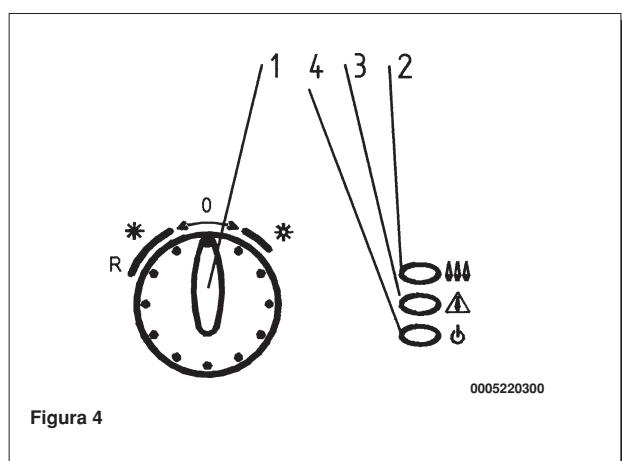

Figura 4
În acest caz se recomandă repetarea operațiunilor de aprindere, până ce gazul va ajunge de asemenea la arzător, poziționând pentru un interval scurt de timp butonul (1) în **(R)** (vezi figura 4).